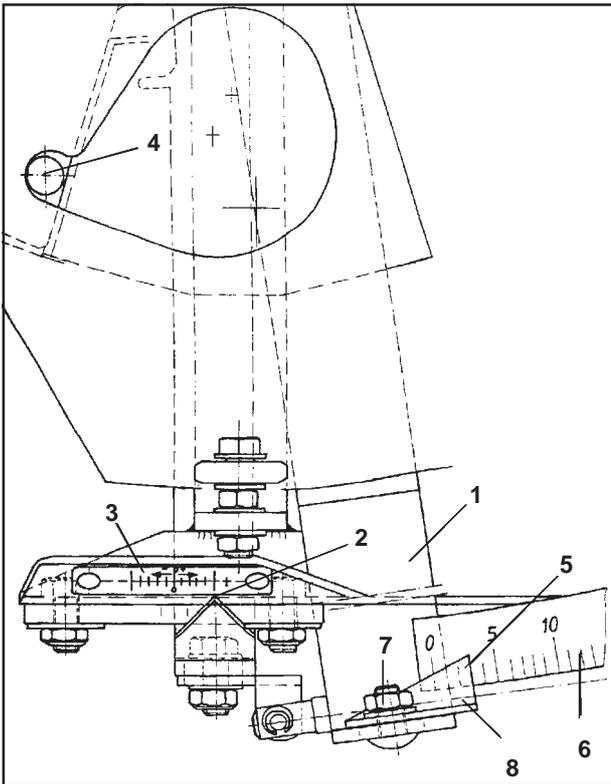

Fig. 9.5
- A l'aide de la manette de commande de la modulation  $\pm$ , positionnez les index (fig. 9.5/2) des leviers de réglage respectifs exactement sur la graduation "+ 5" de l'échelle (fig. 9.5/3) (voir aussi au chapitre 10.7).
- Introduisez la jauge (fig. 9.5/4) (foret de perceuse  $\varnothing = 12 \text{ mm}$  ) dans l'ouverture.
- Déplacez le levier de réglage (fig. 9.5/1) en direction de la trappe d'alimentation et bloquez-le en position à l'aide de la vis à ailettes. L'arrête de lecture de l'index (fig. 9.5/5) du levier de réglage, doit alors être exactement positionné sur la graduation "3" de l'échelle (fig. 9.5/6).
- Desserrez la fixation de l'index (fig. 9.5/7).
- Réglez l'arrête de lecture de l'index (fig. 9.5/5) sur la graduation "3" de l'échelle et bloquez l'index (fig. 9.5/8) en cette position sur le levier de réglage.